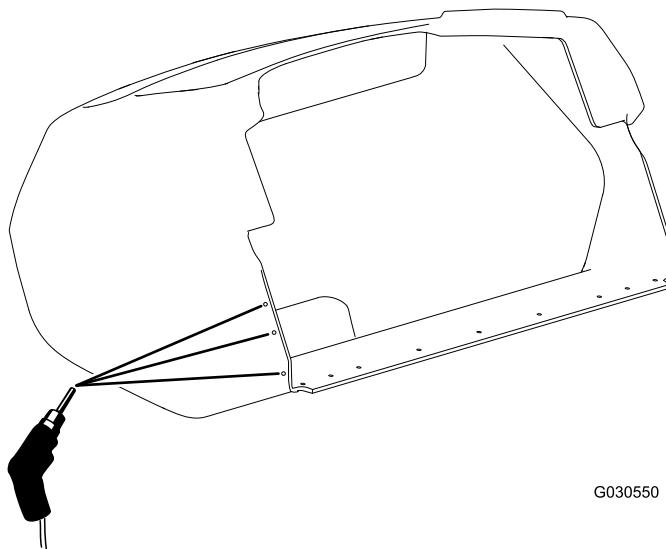

Bild 2
3. Bohren Sie die drei markierten Löcher mit einem Bohrer (5/32") an jeder Seite des Fangkorbs (Bild 2).